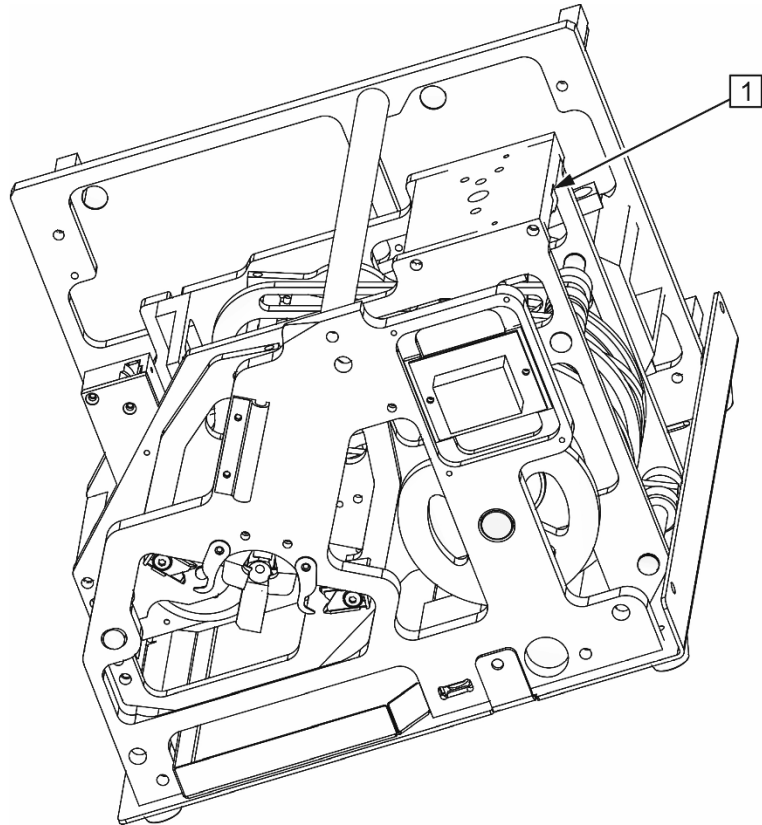

Abb. 16: Ölen Einstellung Abisolierstufe
- Schmieröl in den Spalt (vgl. Abb. 16, Pos. 1) zwischen Einstellrad und Abdeckung fließen lassen.